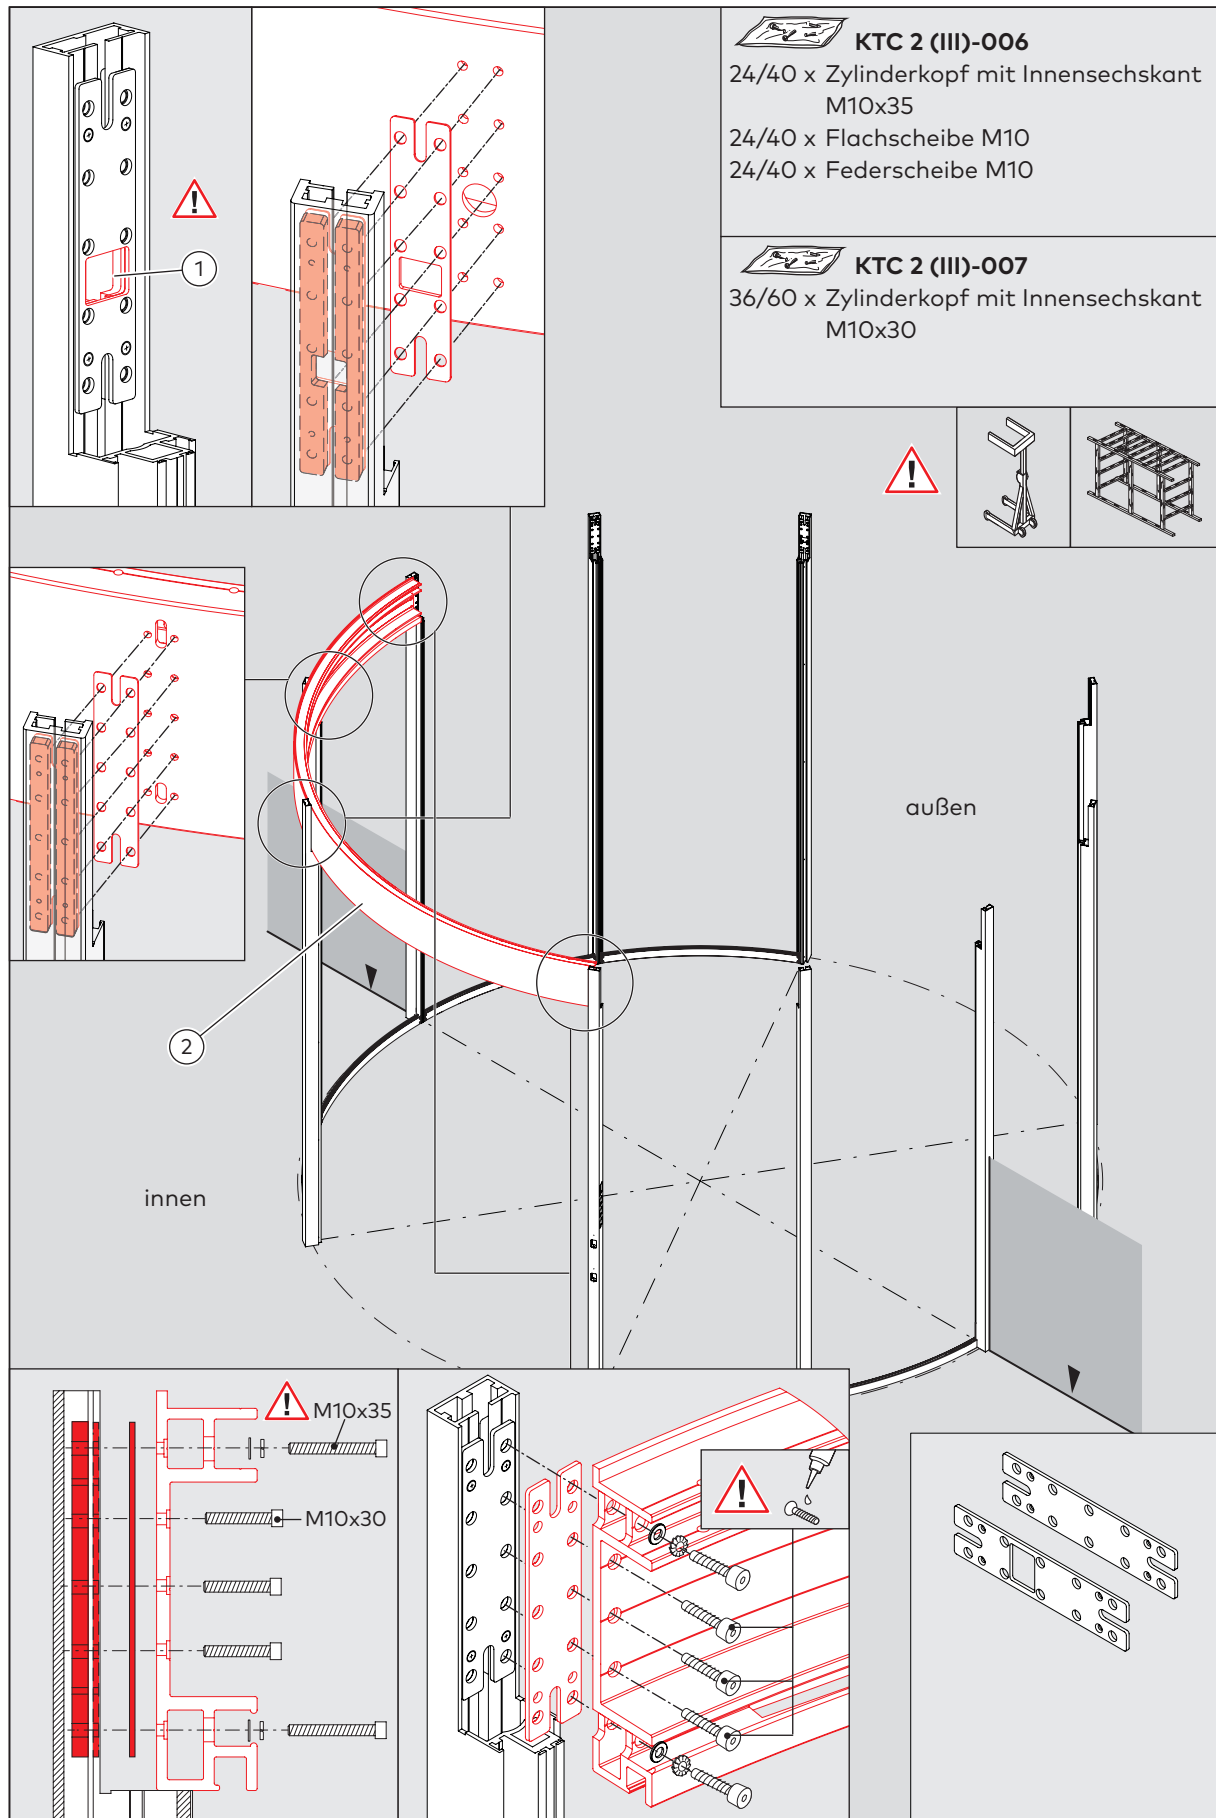

Abb. 30 Montage der inneren Laufschiene
2. Die innere Laufschiene (Abb. 30/2) mit 1 Distanzplatte pro Pfosten an den Pfosten befestigen. Die Schrauben noch nicht festziehen.
- ▶ Die Distanzplatte mit dem Loch (Abb. 30/1) für den inneren linken Pfosten verwenden.